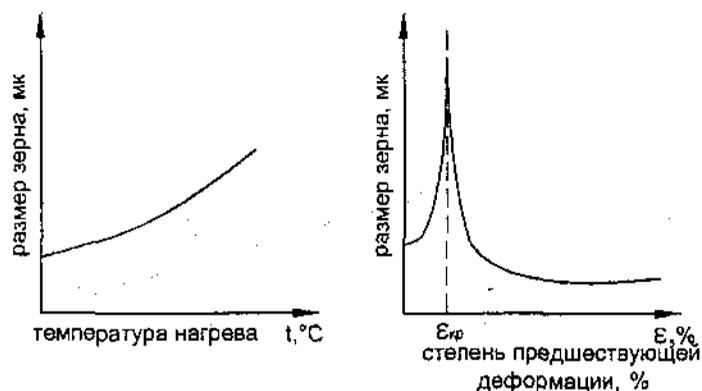

Рисунок 6.6 - Схема влияния температуры (а) и степени предварительной деформации (б) на величину рекристаллизационного зерна
- 1) температура нагрева после холодной пластической деформации (рисунок 6.6, а);
- 2) степень предварительной деформации (рисунок 6.6, б).
При критической степени деформации  $\epsilon_{кр}$  (рисунок 6.6, б) величина зерна после рекристаллизационного отжига резко возрастает и может в несколько раз превышать размер исходного зерна. Поэтому в реальных условиях производства следует избегать малых степеней деформации (2-15 % для разных металлов).